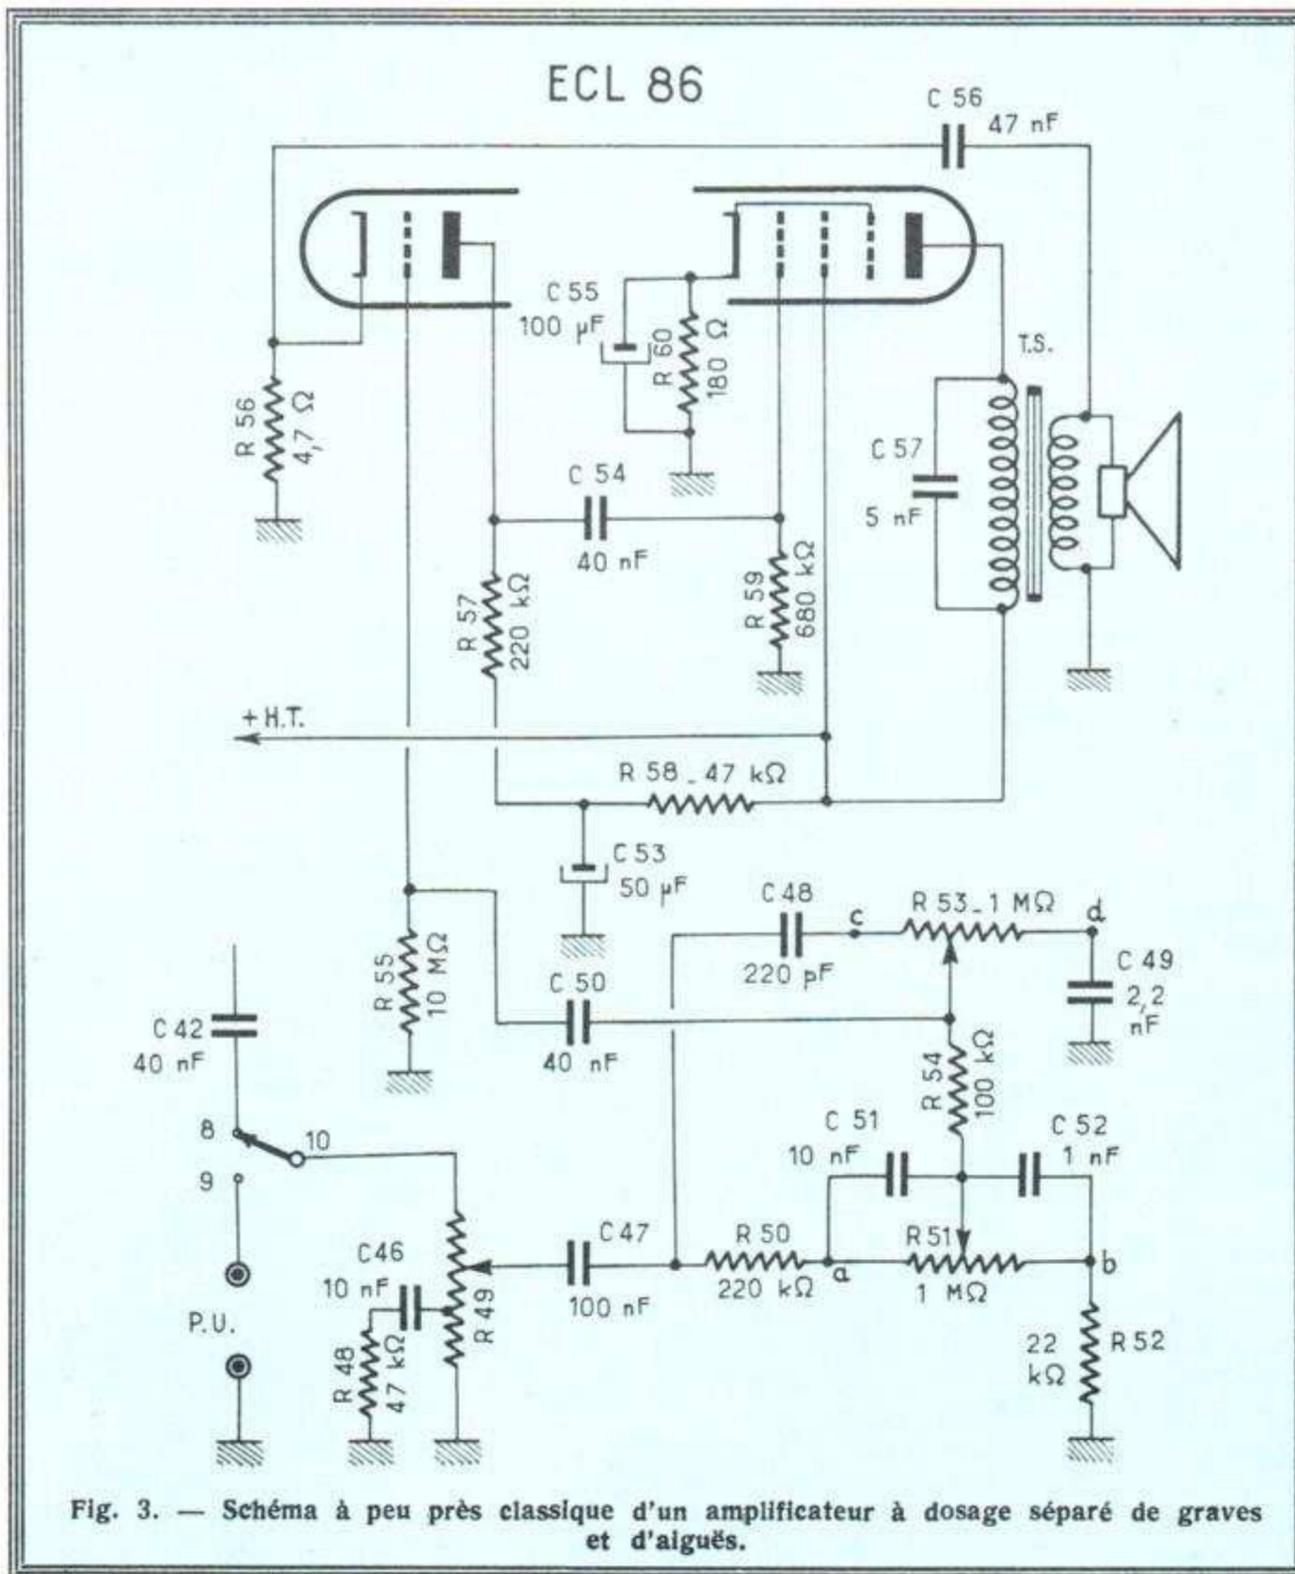

Fig. 3. — Schéma à peu près classique d'un amplificateur à dosage séparé de graves et d'aigus.
Quelques exemples et résultats de mesures effectuées sur un montage à peu près classique de la figure 3 nous feront mieux comprendre la façon de procéder.
Pour le montage de la figure 3, après avoir connecté le générateur B.F. suivant les indications données plus haut, nous l'accordons sur 800 Hz et réglons la tension de sortie à 0,05 V. Autrement dit, le bouton (2) sera placé sur B, le bouton (3) sur la position 8 et le bouton (4) ajusté de façon à amener l'aiguille du cadran 1 sur la graduation 800. D'autre part, l'atténuateur à plots (7) sera placé sur la position 0,1 V, et l'atténuateur progressif (9) ajusté de façon à amener l'aiguille du cadran (6) sur la graduation 5 de l'échelle supérieure (0 à 10).
Pour tracer la courbe de réponse de l'amplificateur de la figure 3, nous devons évidemment appliquer le signal à l'entrée P.U. et prélever la tension de sortie aux bornes de la bobine mobile, autrement dit aux bornes du secondaire du transformateur T.S. La marche à suivre sera la suivante :
Le schéma de la figure 3 comporte, en tant qu'élément régulateur de volume, un potentiomètre (R_{40}) à prise intermédiaire, pour la correction dite « physiologique », c'est-à-dire pour relever les graves lors de l'écoute à puissance réduite.